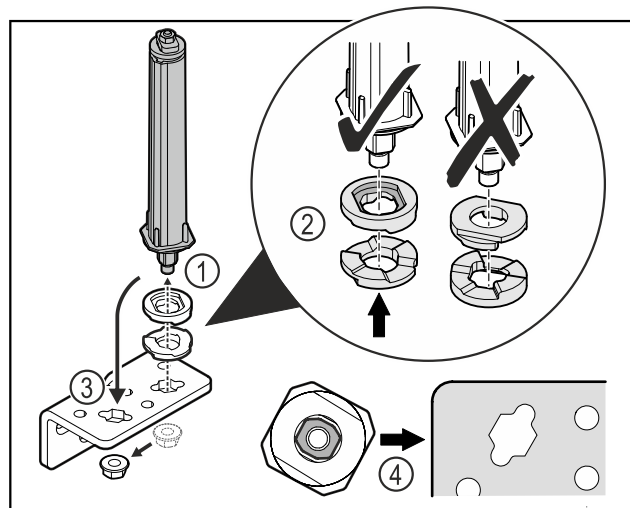

Fig. 27
- ▶ Oldja ki az anyát, és távolítsa el az ajtózáro rendszert Fig. 27 (1).
- ▶ Ügyeljen a magasságállító alátétek helyes beigazítására Fig. 27 (2).
- ▶ Helyezze át az ajtózáro rendszert a zsanéridombban, és rögzítse az anyával Fig. 27 (3).
- ▶ Behelyezéskor ügyeljen az ajtózáro rendszer helyes beigazítására Fig. 27 (4).